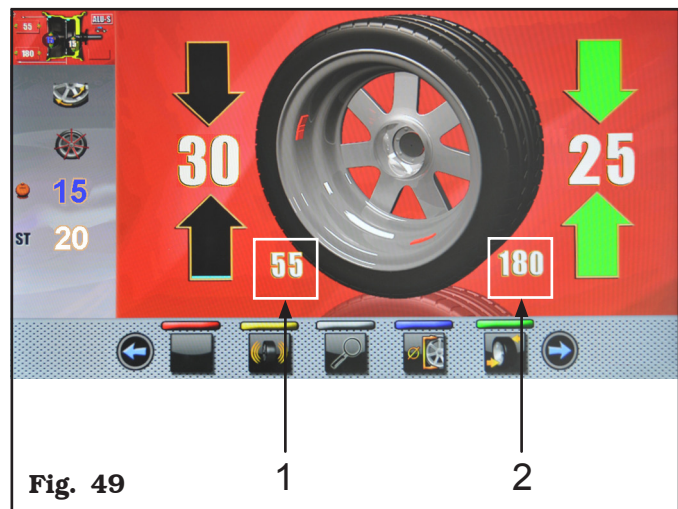

Fig. 49
På den här skärmen finns utöver information om den obalans som avlästs, mått i mm vid vilka mätarmen ska dras ur (**Fig. 49 ref. 1-2**) för att applicera vikterna i fälgen.